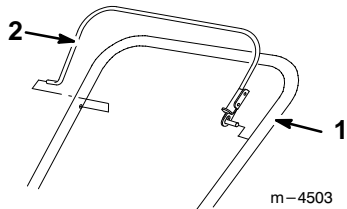

**Abbildung 6**
- Das abgeflachte Ende der Auswurfkanalkurbel durch das Loch im Schutzblech stecken und den Haltebügel auf die Löcher im unteren Griffbügel ausrichten (Abb. 6).
- Langsam die Kurbel drehen, bis das abgeflachte Ende in die versteckte Zahnradöffnung geht und sich der Auswurfkanalring mit der Kurbel dreht (Abb. 6).
- Die Plastikbuchse ganz in das Loch im Haltebügel stecken (Abb. 6).
- Den Haltebügel mit zwei Kopfschrauben und Sicherungsmuttern am Griff befestigen (Abb. 6).